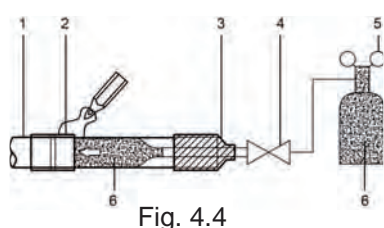

Fig. 4.4
- Quando durante la saldatura il tubo viene riempito di azoto, l'azoto deve essere ridotto a 0.02 MPa, utilizzando la valvola di rilascio della pressione (vedi Fig. 4.4).